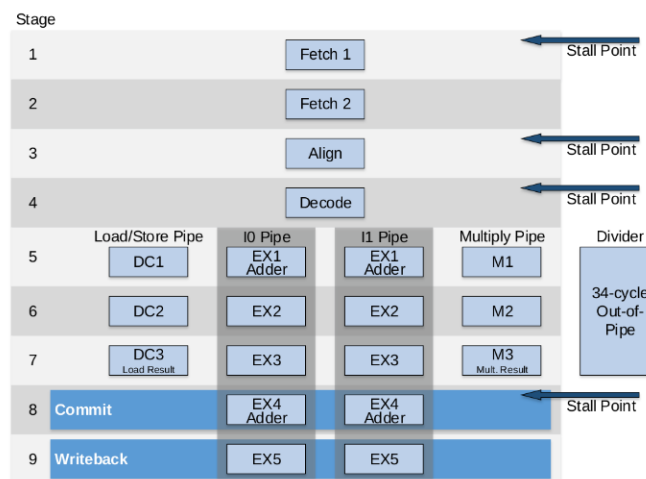

Figura 18. Microarquitectura del core SweRV EH1
El **core SweRV EH1** es de 32 bits y solo admite el modo máquina (modo M). Este core soporta las siguientes extensiones de RISC_V: números enteros (I), instrucciones comprimidas (C) y multiplicación y división de números enteros (M). El Manual de Referencia del Programador (https://github.com/chipsalliance/Cores-SweRV/blob/master/docs/RISC-V_SweRV_EH1_PRM.pdf) describe en detalle todos los aspectos del core, desde su estructura hasta la información de temporización y mapeo de memoria. El SweRV EH1 es un core superescalar de dos vías, con un pipeline dual de 9 etapas (ver Figura 18) que soporta cuatro unidades aritmético-lógicas (ALU por sus siglas en inglés), etiquetadas de EX1 a EX4 en dos pipelines, I0 e I1. Ambas vías del pipeline soportan las operaciones de las ALUs. Asimismo, una vía del pipeline soporta instrucciones de load/store y la otra tiene un multiplicador con una latencia de 3 ciclos. El procesador también tiene un divisor, con una latencia de 34 ciclos, que no está dentro del pipeline. Existen cuatro stalls en el pipeline: 'Fetch 1', 'Align', 'Decode', y 'Commit'. La etapa "Fetch 1" incluye un predictor de saltos Gshare. En la etapa "Align", las instrucciones se toman de tres buffers de búsqueda. En la etapa "Decode", se decodifican hasta dos instrucciones provenientes de cuatro buffers de instrucciones. En la etapa de "Commit", finalizan hasta dos instrucciones por ciclo. Por último, en la etapa de "Writeback", se actualizan los registros arquitectónicos.